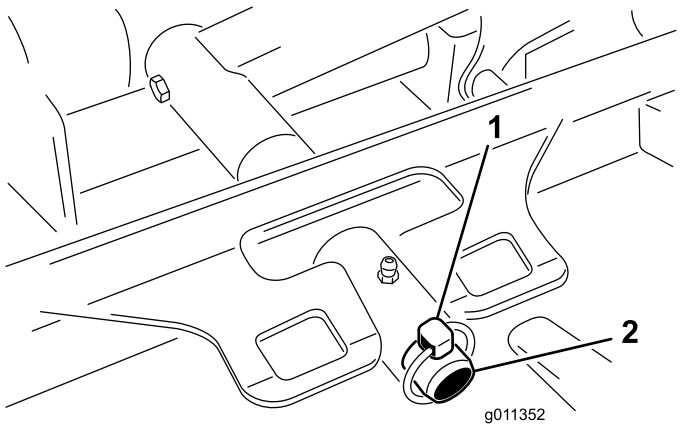

図 86
3. カッティングユニットのキャリアフレームを昇降アームのピボットピンに固定しているリンチピンをグランドマスター4500またはリテーナナットグランドマスター 4700を外す 図 86。
2. カッティングユニットのキャリアフレームを昇降アームのピボットピンにセットする 図 86。カッティングユニットをピンに取り付けるリンチピングランドマスター 4500またはリテーナナットグランドマスター 4700を使用する。